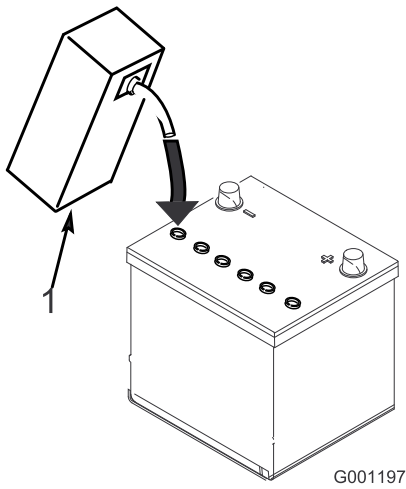

Figura 6
5. Llene cuidadosamente cada celda con electrolito hasta que las placas estén cubiertas de aproximadamente 6 mm de fluido (Figura 6).